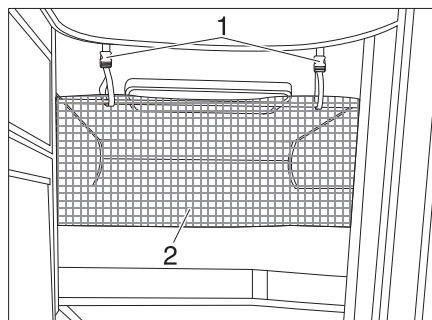

Fig. 157 Rete protettiva
La rete protettiva (Fig. 157,2) è stivata sui modelli di serie tra il materasso e il telaio portamaterasso. Fissare la rete protettiva soltanto dopo che la persona si è già stesa nel letto.
- Fare innestare i nastri di sostegno (Fig. 157, 1) nei supporti sul soffitto.